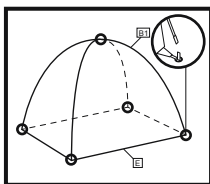

FIG2
3. Sollevare la parte interna della tenda (E) e spingere le estremità delle aste (B1) nelle aste di ferro collocate agli angoli della parte interna della tenda (E). (FIG. 2)
4. Fissare il tetto della parte interna della tenda (E) sulla giunzione delle aste con le stringhe cucite (FIG. 2)